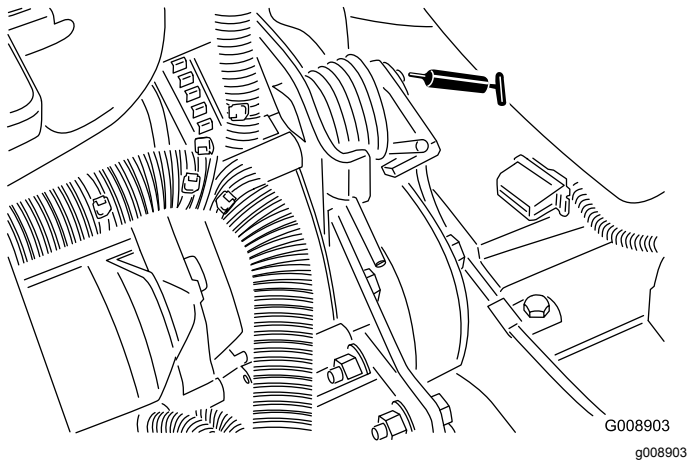

Figura 36
- Pivote de tensión de la correa (Figura 36)